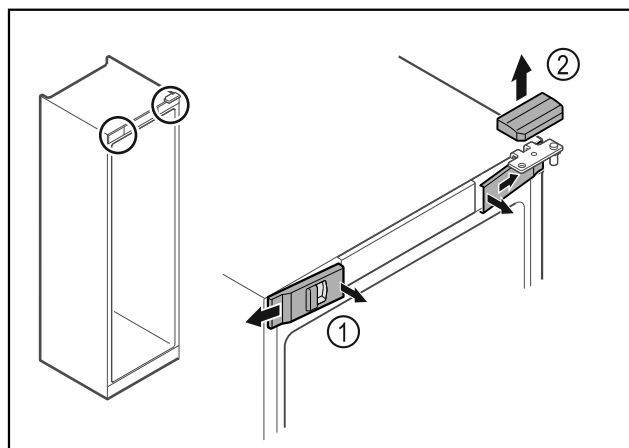

Fig. 14
- Klik de forreste indvendige afdækninger Fig. 14 (1) ud, og tag dem af i siden.
- Tag den øverste afdækning Fig. 14 (2) af øfter.